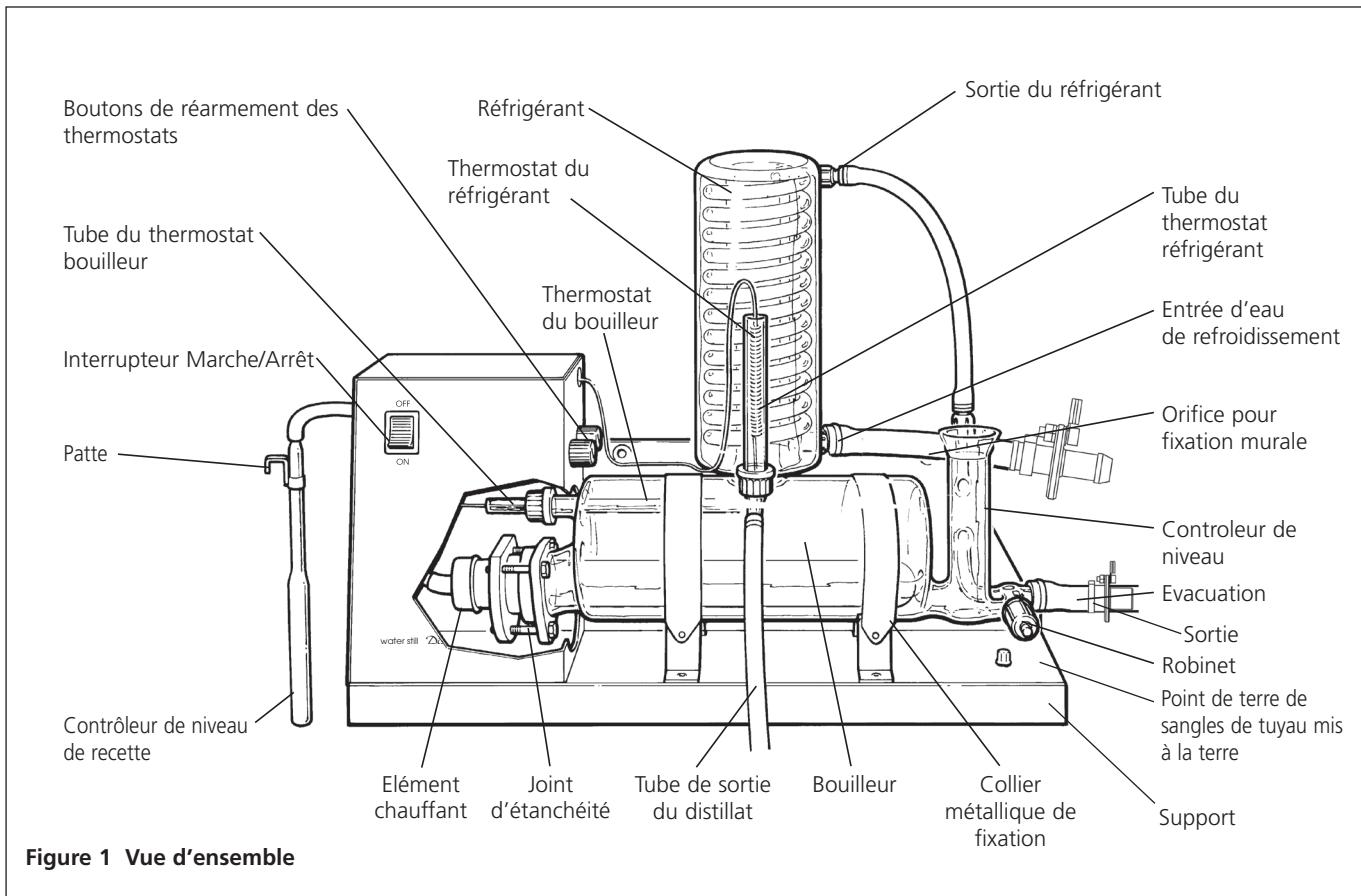

Figure 1 Vue d'ensemble
2. Switch on the heating element. The on/off switch is located on the front panel - see **figure 1**.
- Dans le kit de flexibles, prenez une longueur de flexible de 8 mm avec les connecteurs filetés en plastique à chaque bout. Selon la figure 1, vissez un côté du flexible sur la sortie du condenseur (supérieure) et l'autre sur le filetage en verre du contrôleur de niveau constant.
Le capuchon n'étant pas complètement vissé, glisser délicatement le tube sur l'évent de la sortie du distillat. Visser alors le capuchon. Insérer la sonde du thermostat du réfrigérant dans le tube de verre. Tordre délicatement le fil du thermostat de façon à ce qu'il n'obstrue pas l'accès aux boutons de réarmement des thermostats. Voir **figure 1**.
16. Prendre le contrôleur de niveau de recette et enfiler l'extrémité du tuyau caoutchouc sur la tétine située sur le panneau latéral. Voir **figure 1**.
- Assurez-vous que le fil de terre est bien connecté au point de terre - voir fig. 1 et 4b.
- Assurez-vous que le fil de terre est connecté au point de terre - voir fig. 1 et 4b.